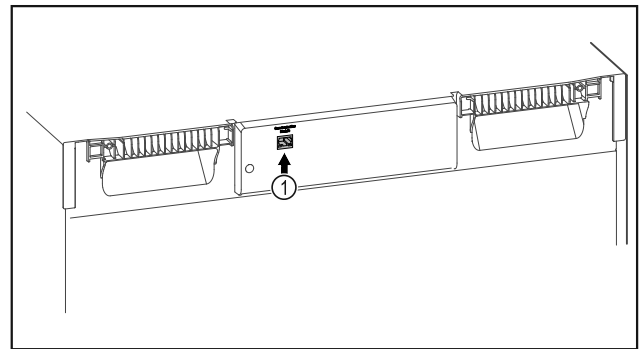

Fig. 120
- SmartModule Fig. 120 (1) er indsat.